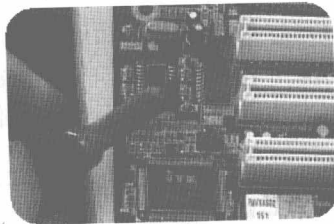

图 1-13 用烙铁去掉余锡
步骤④ 芯片取下后,芯片的焊盘上和主板上都有余锡,此时在电路上加足量的助焊剂,再用烙铁将电路板板上多余的焊锡去掉,如图 1-13 所示。